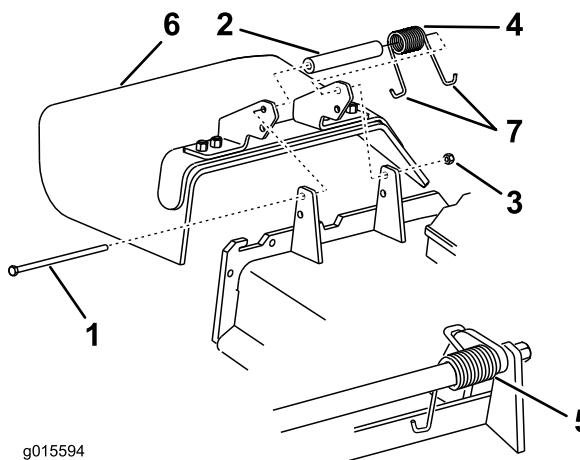

Figure 107
1. Retirez le contre-écrou, le boulon, le ressort et l'entretoise qui fixent le déflecteur aux supports de pivot (Figure 107).
Remarque: Prenez soin de placer une extrémité en J du ressort derrière le bord du tablier avant de mettre le boulon en place, comme montré à la Figure 107.
5. Accrochez une extrémité en J du ressort au déflecteur d'herbe (Figure 107).